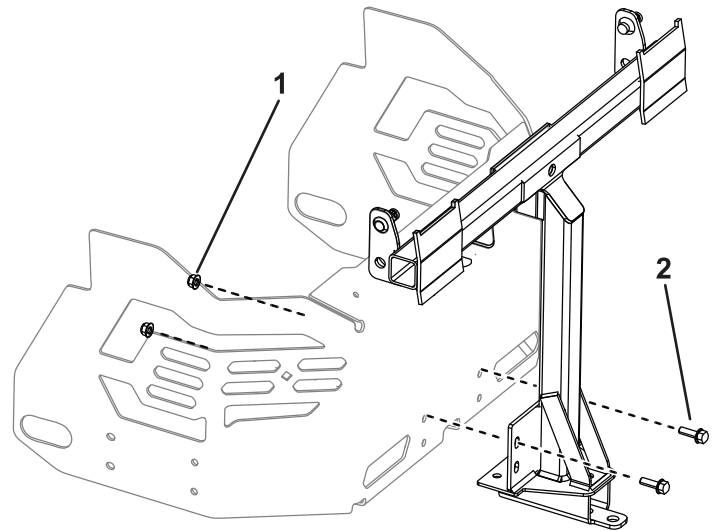

Bild 15
4. Befestigen Sie den Drehrahmen mit zwei Schrauben (5/16" x 1") und zwei Sicherungsmuttern (5/16") lose am Maschinenrahmen, wie in **Bild 15** abgebildet.
6. Ziehen Sie die zwei Schrauben (5/16" x 1") und zwei Muttern (5/16") an, wie in **Bild 15** abgebildet.